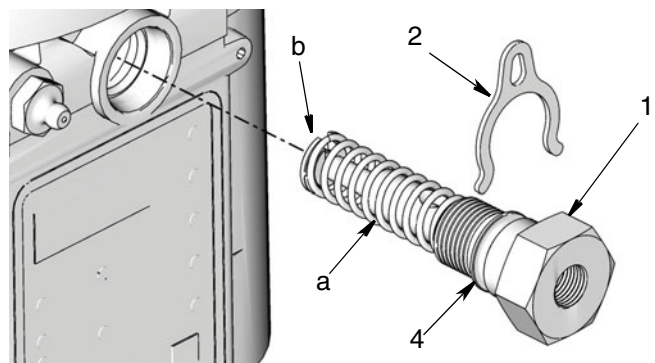

FIG. 2
Assicurarsi che la molla (a), la gabbia (b) e il pistone (c) siano stati rimossi dall'elemento pompa (FIG. 2).
1. Esaminare il nuovo elemento pompa (1). Assicurarsi che la molla (a), la gabbia (b), anello di tenuta (4) e il pistone siano installati (FIG. 2).